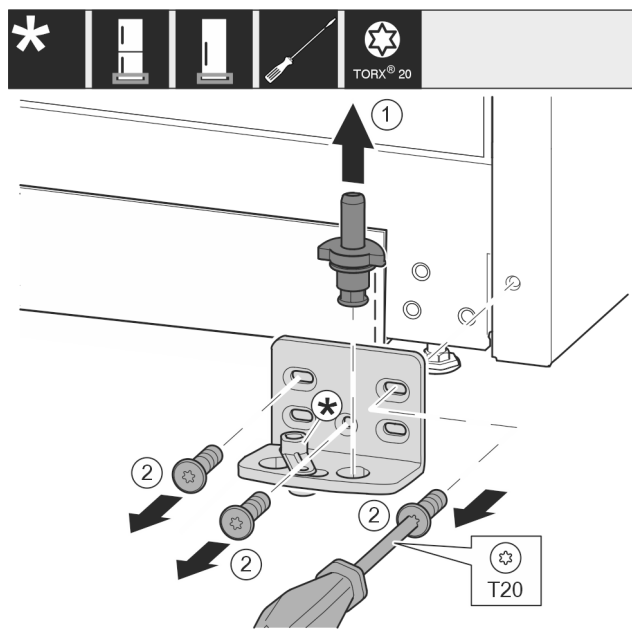

Fig. 13
- Lagerbout Fig. 13 (1) volledig naar boven toe wegtrekken.
- Schroeven Fig. 13 (2) met schroevendraaier er uit draaien en het lagerbok wegnemen.